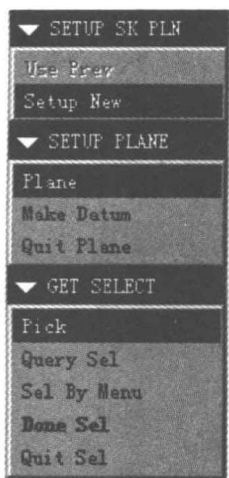

图 1.10 选择绘制草图平面的子菜单
- (4) 当出现如图 1.10 所示的子菜单时，需要选择或是创建一个绘制草图的平面。